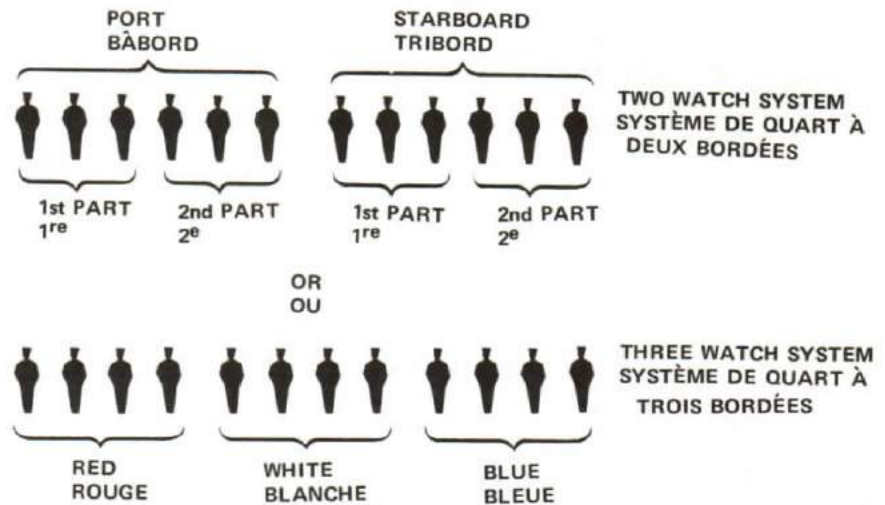

Figure 5-5
1. There are two systems of dividing a ship's company into watches, see Figure 5-5. One is Port and Starboard and the other is red, white, and blue. The Port and Starboard system is further split in two parts, namely first of port and second of port, first of starboard and second of starboard. Normally only one part of a watch is actually keeping a watch at any given time. Thus a ship is so organized through the watch and station bill that the ship's company may be divided into two, three, or four watches at sea, and more in harbour, that is the number of men required on watch at any one time is adjusted to the circumstances. For example, under normal peacetime cruising or exercising, the ship will be in three watches.
1. Il y a deux façons de répartir l'équipage pour faire le quart, comme l'illustre la figure 5-5: la méthode à deux bordées, bâbord et tribord, et la méthode à trois bordées, rouge, blanche et bleue. Les bordées de bâbord et de tribord se subdivisent chacune en deux parties soit 1^{re} et 2^e bâbord ainsi que 1^{re} et 2^e tribord. En règle générale, une seule bordée ou demi-bordée fait le quart à un moment donné. Ainsi, l'organisation du navire est agencée, au moyen du rôle de quart et de manoeuvre, de façon à diviser l'équipage en deux, trois ou quatre bordées si le navire est en mer et davantage s'il est à quai; on peut donc varier le nombre d'hommes requis pour assurer le quart selon la situation. Par exemple, en temps de paix, trois bordées assurent le quart lorsque le navire est en croisière ou en manoeuvre.